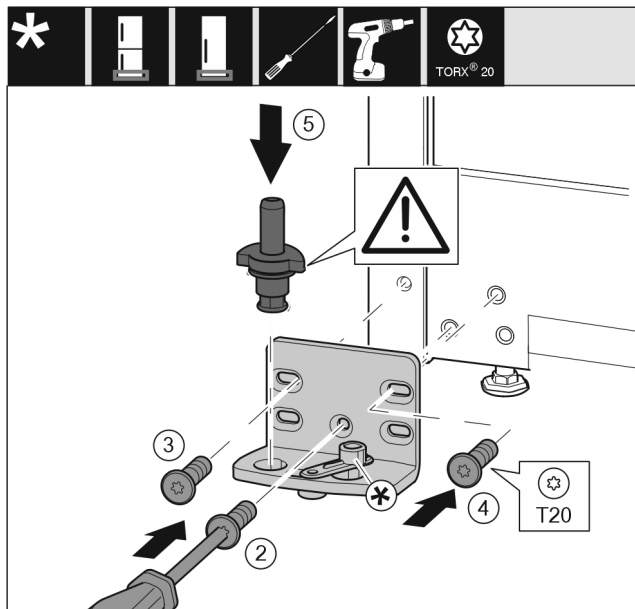

Fig. 17
- ▶ Vendosni bazamentin mbështetës në anën tjetër dhe mbërthejeni me ndihmën e një kaçavide T20. Filloni me vidën 2 poshtë në mes. Fig. 17 (2)
- ▶ Mbërtheni fort vidën 3 dhe 4. Fig. 17 (3,4)
- ▶ Vendosni komplet në vend bazamentin mbështetës. Këtu bëni kujdes që gungat e kapjes të jetë të kthyer nga poshtë. Fig. 17 (5)